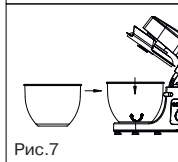

Рис.7
- Установите чашу (5) на место установки (7) и поверните её по часовой стрелке до упора (рис. 7).